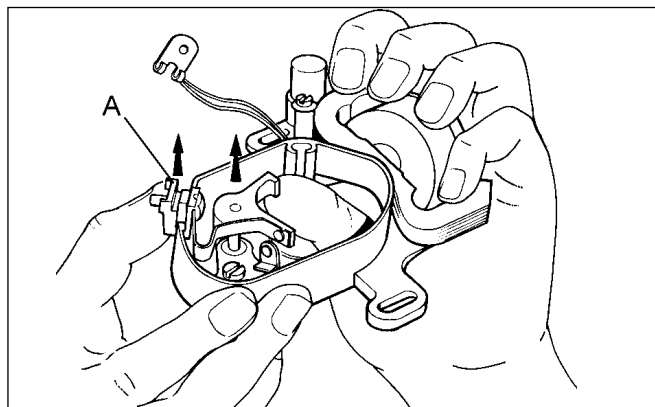

Abb. 8
- Lockern Sie den Isolatorblock **A** und schieben Sie den Unterbrecherkontakt mit diesem nach oben aus dem Gehäuse heraus (Abb. 8).